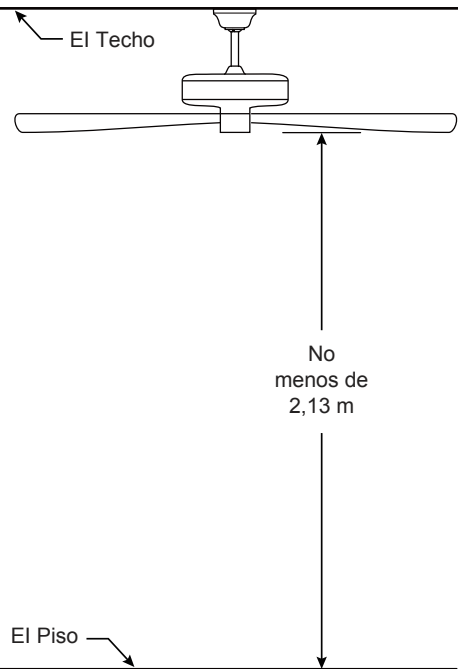

Figura 2
### Uso de perfil profundo (Figura 2)
2. Retire el clip de horquilla y pasador de horquilla de la parte inferior de la bola para colgar. Retener el pasador y clip para la reinstalación en el paso 4. (Figura 2)
Debe colgar el ventilador a una distancia mínima de 2,13 m desde las aspas hasta el piso. (Figura 2)
1. Deslice el receptor en el soporte de suspensión antes de realizar el cableado como se muestra en la figura 2.